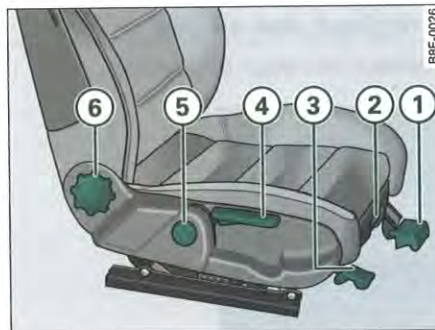

Fig. 90 Commandes du siège du passager avant
- Tirez le levier ① ⇒ fig. 90 vers le haut et avancez ou reculez le siège.
- Relâchez le levier ① et déplacez encore le siège jusqu'à ce que le dispositif de verrouillage s'enclenche.
- Relevez la touche ② ⇒ *page 94*, fig. 90.
- Tirez le levier ③ ⇒ *page 94*, fig. 90 vers le haut et modifiez la position du siège en déportant le poids de votre corps.
- Tirez le levier ④ ⇒ *page 94*, fig. 90 à plusieurs reprises vers le haut jusqu'à ce que la position souhaitée soit atteinte.
- Tournez la molette ⑥ ⇒ *page 94*, fig. 90 pour régler l'inclinaison du dossier. ►